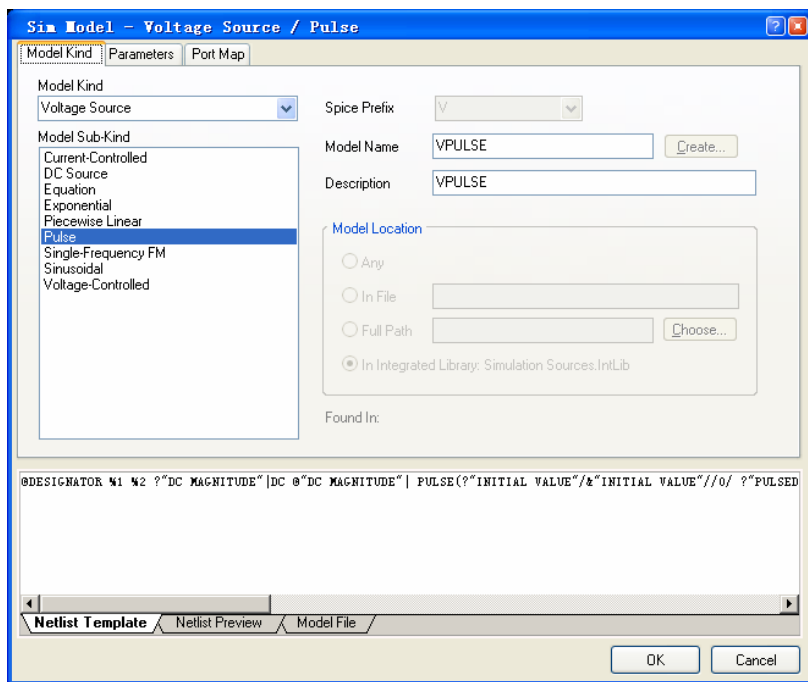

图 6.6 “Sim Model-Voltage Source/Pulse”对话框
(1) 启动 Altium Designer 6，打开上一节创建的原理图文件“Sim1.SchDoc”。
(2) 双击名称为“1KHz”的脉冲源，打开“Component Properties”对话框，单击“Component Properties”对话框右下角的“Model for 1KHz-VPULSE”列表中的“Edit”按钮，打开如图 6.6 所示的“Sim Model-Voltage Source/Pulse”对话框。